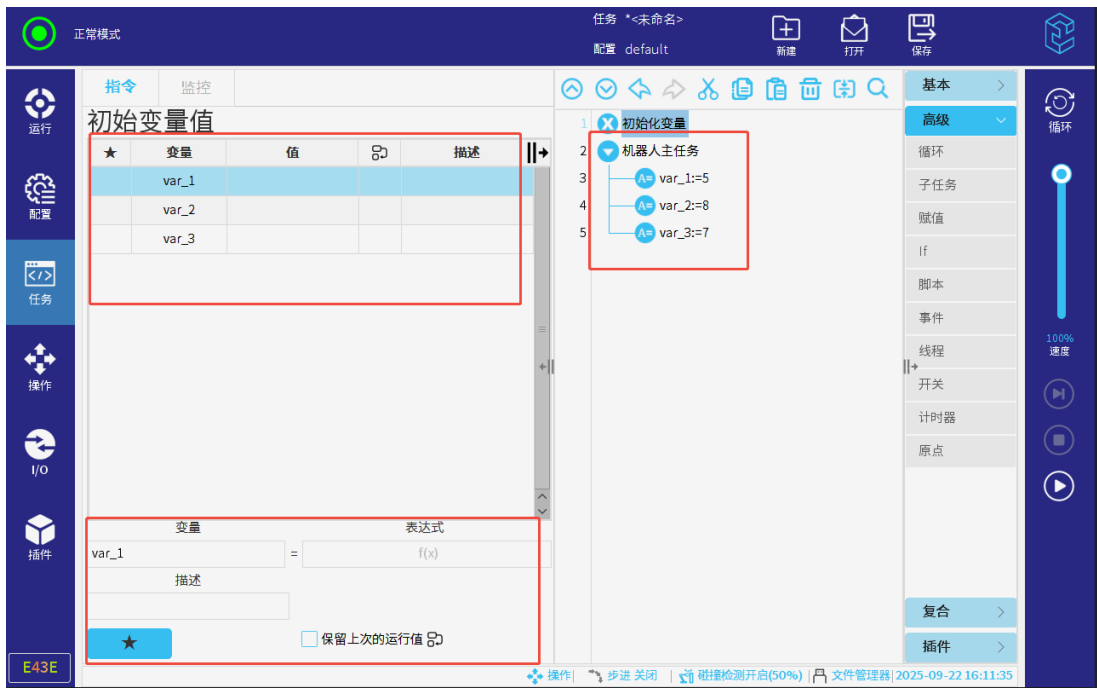

图 3-82: 可选的变量
1. 在“高级” - “赋值”处新建变量后，初始化变量界面及机器人主任务节点下即可展示所有新建的变量，如**图 3-82**所示。
2. 选中任一变量后，在下方可输入、修改其表达式、描述等，如**图 3-82**所示。表达式用于在任务启动时，声明并初始化变量值。